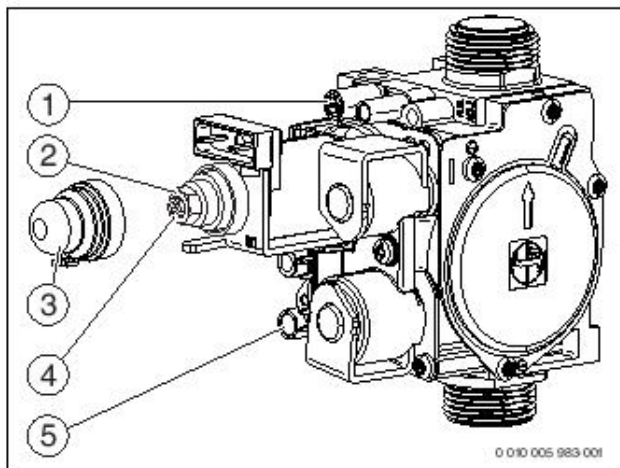

Рис. 32 Газовая арматура
- ▶ Отверните уплотнительный винт штуцера измерения давления на форсунках (рис. 32, [1]) и подсоедините U-образный манометр.
- ▶ Снимите крышку (рис. 32, [3]).
- ▶ Значение «min» давления (мбар) на форсунках приведено в таб. на стр. 42. Установите давление на форсунках регулировочным винтом минимального расхода газа (рис. 32, [4]).
- ▶ Выключите котёл и закройте газовый кран, отсоедините манометр и заверните уплотнительный винт (рис. 32, [1]).
- ▶ Отверните уплотнительный винт на штуцере измерения подаваемого давления газа (рис. 32, [5]) и подсоедините манометр.
- ▶ Установите и опломбируйте крышку (рис. 32, [3]).